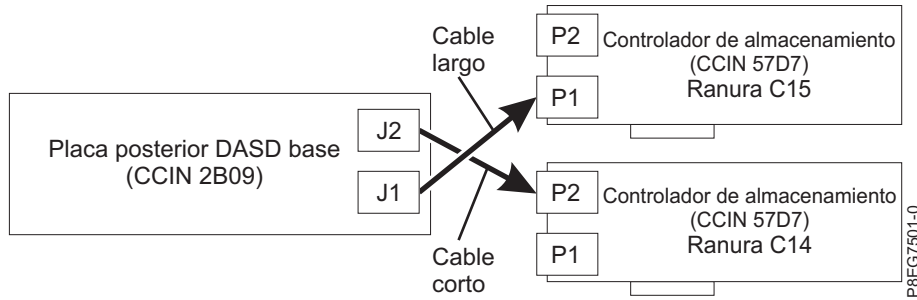

Figura 6. Reconexión del cable SAS en una configuración de discos divididos
- Si dispone de dos adaptadores internos PCIe3 x8 SAS RAID (CCIN 57D7) (característica de división de disco), el cable SAS corto conecta el conector de la placa posterior de la unidad de disco superior (J2) con el conector P2 del adaptador de la ranura P1-C14. El cable SAS largo conecta el conector de la placa posterior de la unidad de disco inferior (J1) con el conector P1 del adaptador de la ranura P1-C15. Consulte Figura 6 en la página 8.